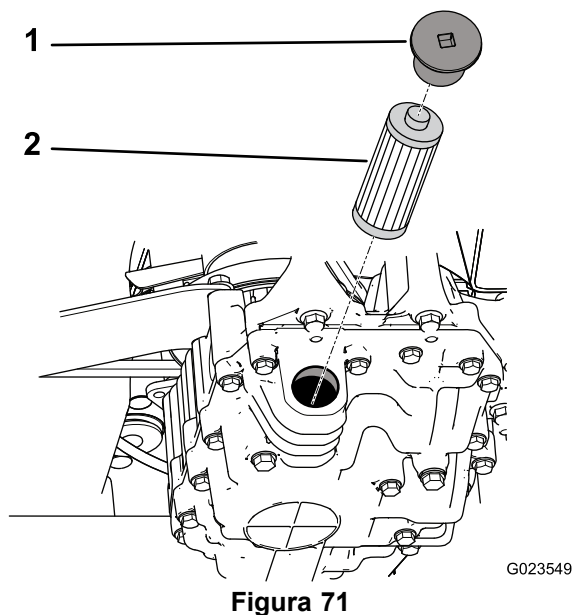

Figura 71
5. Retire o tampão do filtro e retire o filtro da transmissão (Figura 71).